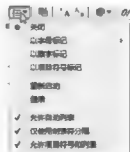

图 5-26
(15)  (编号): 主要作用是管理项目符号和数字编号。单击  (编号), 弹出如图 5-26 所示的下拉列表。